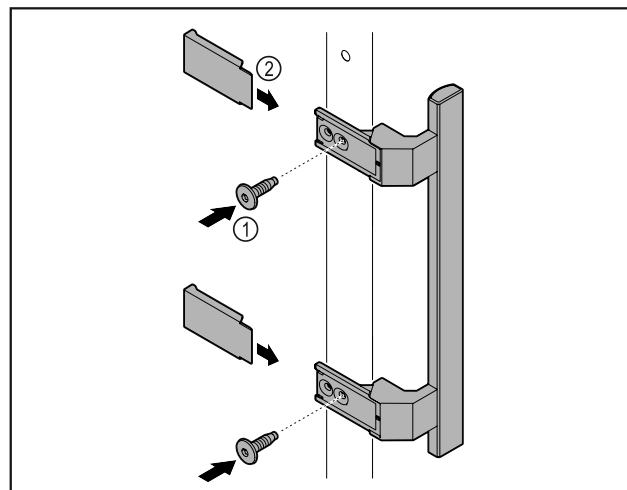

Fig. 7
- ▶ Madlo z příloženého příslušenství upevněte na dveře pomocí příložených šroubů Fig. 7 (1).
- ▶ Nasadte kryt Fig. 7 (2).